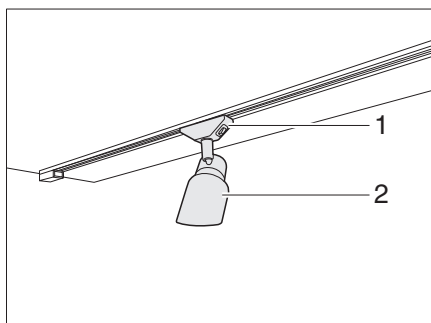

Fig. 45 Faretto alogeno
- Afferrare il supporto (Fig. 45,1) e girarlo di 45°.
- Togliere il faretto alogeno (Fig. 45,2) dal sistema di guide.
- Riapplicare il faretto alogeno (Fig. 45,2) nel sistema di guide nella posizione desiderata e girarlo di 45°.
- Girare il supporto (Fig. 45,1) di 45°.